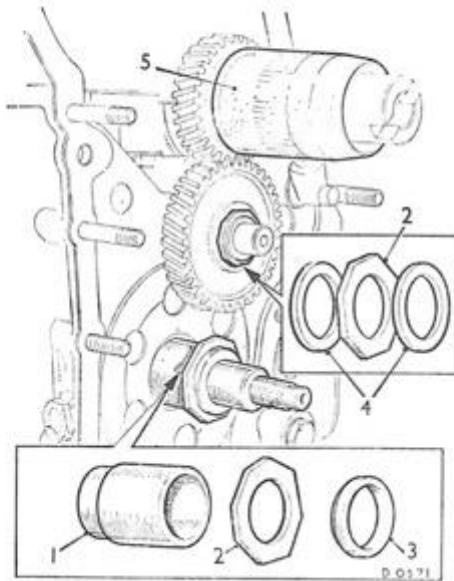

Fig. Aa.17
- 32) Sæt værktøjsmellemstykke 18G1089A over indgangsakslen. Med værktøj 18G1089/1 skæres en voksskive og monter med værktøj 18G1089/1 voksskiven over indgangsakslen (se fig. Aa.17).